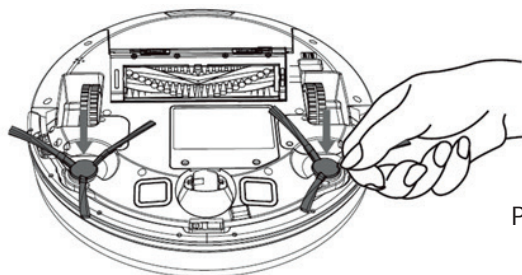

Рис. 2
- Аккуратно установите боковые щетки, вставив в пазы до щелчка (Рис. 2)